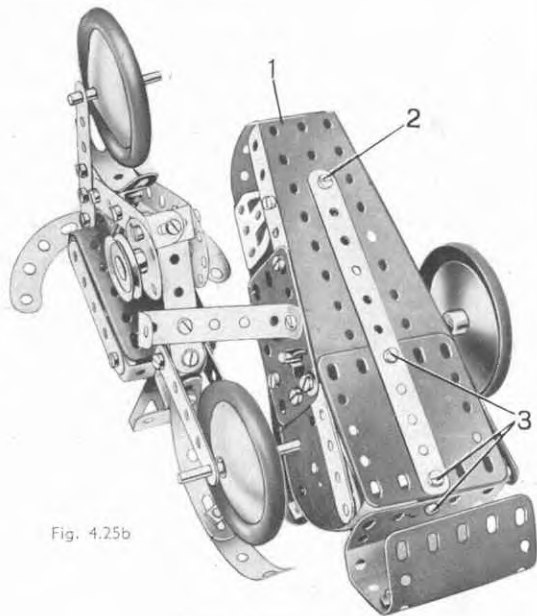

Fig. 4.25b
Le réservoir à essence est figuré par une plaque flexible de 14×4 cm. pliée en U et fixée à une bande coudée de 38×12 mm. par des équerres. Une bande de 5 trous est fixée au rebord de la bande coudée et le tout est boulonné sur la bande (4). L'embase triangulée coudée qui représente la selle est aussi reliée à la bande (4) par une équerre renversée. La bande (4) porte à son extrémité avant un support doublé auquel sont boulonnées deux bandes de 5 trous. Ces deux bandes sont munies de disques et réunies par un support double formé de deux équerres (fig. 4.25b).